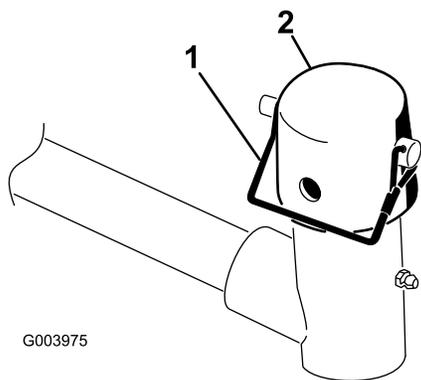

Figura 10
7. Retire o pino de encaixe e a tampa da forquilha de articulação do braço de elevação (Figura 10).
11. Prenda a tampa e o veio da estrutura de suporte à forquilha do braço de elevação com o pino de encaixe. Utilize a ranhura se pretender direccionar a unidade de corte ou utilize o orifício se pretender bloquear a unidade de corte na posição (Figura 10).